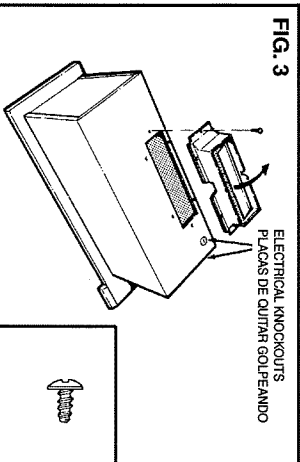

FIG. 3
2. **Attach damper/duct connector.** (FIG. 3)
2. **Sujete el conector para el regulador/ducto.** (FIG. 3)